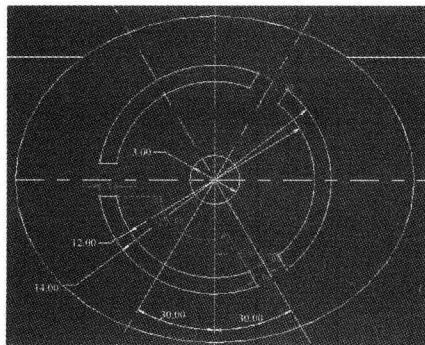
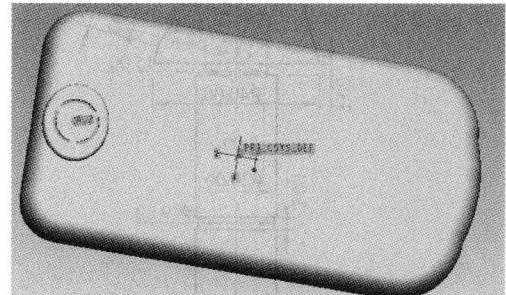

图 1-10 透声结构草绘
图 1-11 透声结构
(5) 扬声器透声结构设计 单击 \square 图标，系统进入拉伸命令状态。在草绘状态下，绘制如图 1-10 所示的剖面草图，单击 \checkmark ，结束剖面草图的绘制。在拉伸特征的控制条上单击深度下拉箭头，选择 \triangleleft 图标，单击 \checkmark ，完成透声结构设计，效果如图 1-11 所示。